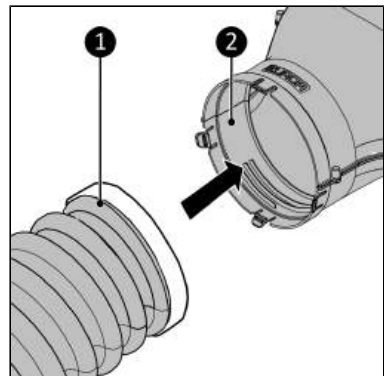

Abbildung 156.
- Mit einem Klicksystem für einen Schlauch mit Kragen (Abbildung 156, Pos. 1).
1. Führen Sie den Klimaanlage Schlauch (Abbildung 156, Pos. 1) in den Hauptkörper (Abbildung 156, Pos. 2) ein.